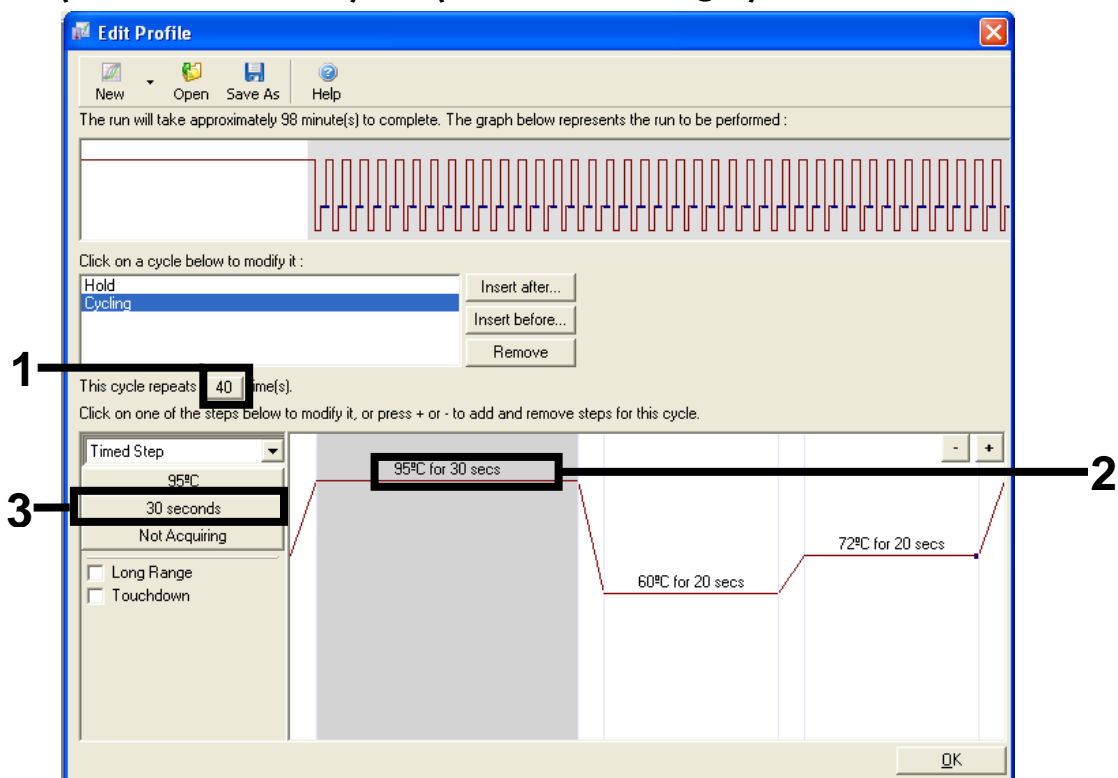

Abbildung 6. Zyklusschritt bei 95 °C
9. Ändern Sie die Anzahl der Zykluswiederholungen auf 40. Wählen Sie den ersten Schritt aus und stellen Sie diesen auf 95°C for 30 secs (95 °C für 30 Sek.) ein (siehe Abbildung 6).